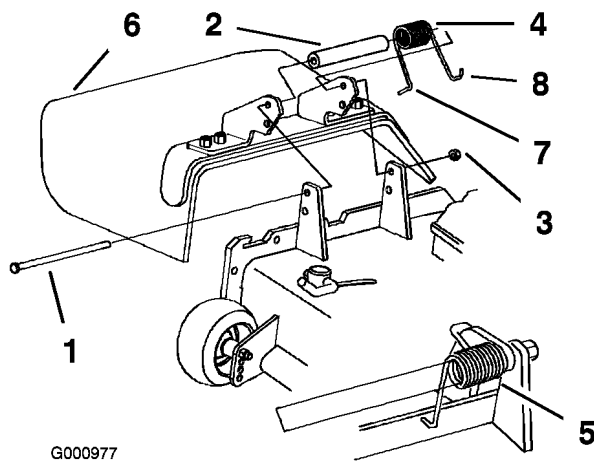

Figure 69
- Retirez le contre-écrou, le boulon, le ressort et l'entretoise qui fixent le déflecteur aux supports de pivot (Figure 69). Enlevez le déflecteur s'il est endommagé ou usé.
Remarque: Prenez soin de placer l'extrémité en L du ressort derrière le bord du plateau avant de mettre le boulon en place, comme indiqué à la Figure 69.
- Remettez le boulon et l'écrou. Accrochez l'extrémité en J du ressort au déflecteur d'herbe (Figure 69).